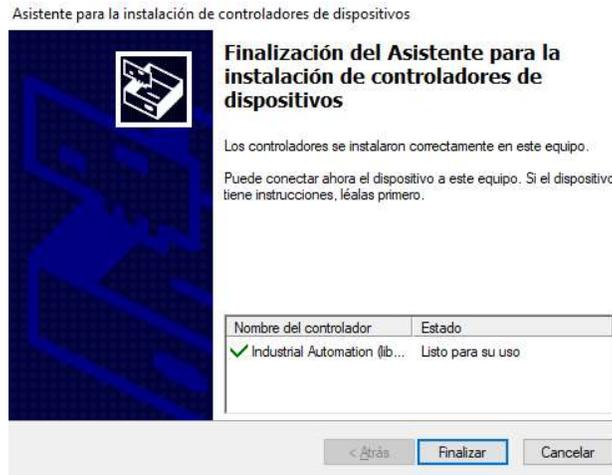

FIGURA 9
8. El programa de instalación está instalando Visual PLC en el directorio especificado. Espere hasta que se complete la instalación del programa. En este momento, parecerá el cuadro de diálogo de finalización. (Ver figura 9)